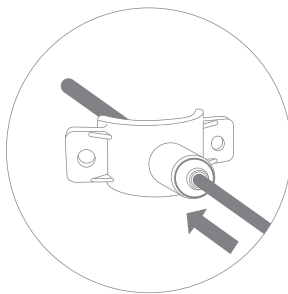

Рис. 8
3. Трубку красного цвета из комплекта поставки вставьте через штуцер хомута в просверленное отверстие на 7...10 мм (рис. 8).